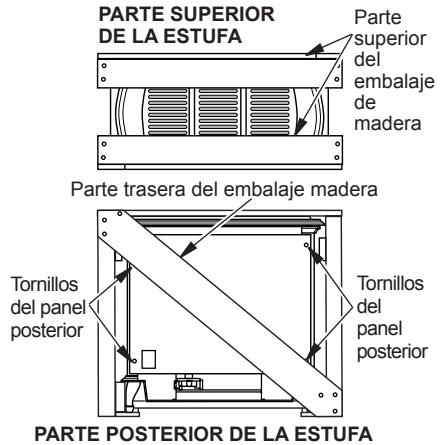

Figura 4 - Desempaquetado de la estufa del embalaje de madera
4. Quite el panel posterior de la estufa (consulte la figura 4 en la página 9). Use una llave ajustable o una llave de 10 mm. Quite los 4 pernos y arandelas. Conserve los pernos y las arandelas para volver a sujetar el panel posterior más adelante.